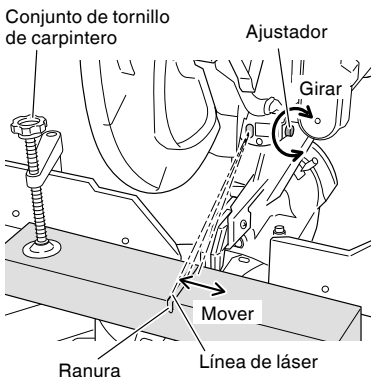

Fig. 20
- (2) Luego, gire el ajustador y desplace la línea de láser. (Si gira el ajustador en el sentido de las agujas del reloj, la línea de láser se desplazará hacia la derecha y si lo gira en sentido contrario a las agujas del reloj, se desplazará hacia la izquierda.) Cuando trabaja con la línea de tinta alineada con el lado derecho de la hoja de sierra, alinee la línea de láser con el extremo derecho de la ranura. (Fig. 20) Cuando la alinee con el lado derecho de la hoja de sierra, alinee la línea de láser con el lado derecho de la ranura.